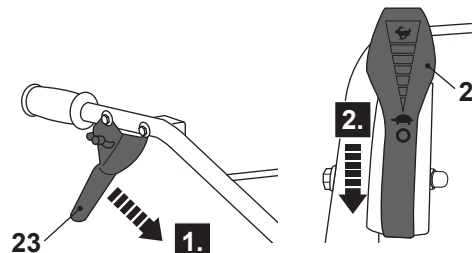

Fig. 17
- > Suelte la palanca de embrague (23) para desacoplar las púas (Fig. 17, paso 1).
- > Mueva la palanca del acelerador hacia el símbolo de la tortuga  hasta el final para detener el motor (Fig. 17, paso 2).